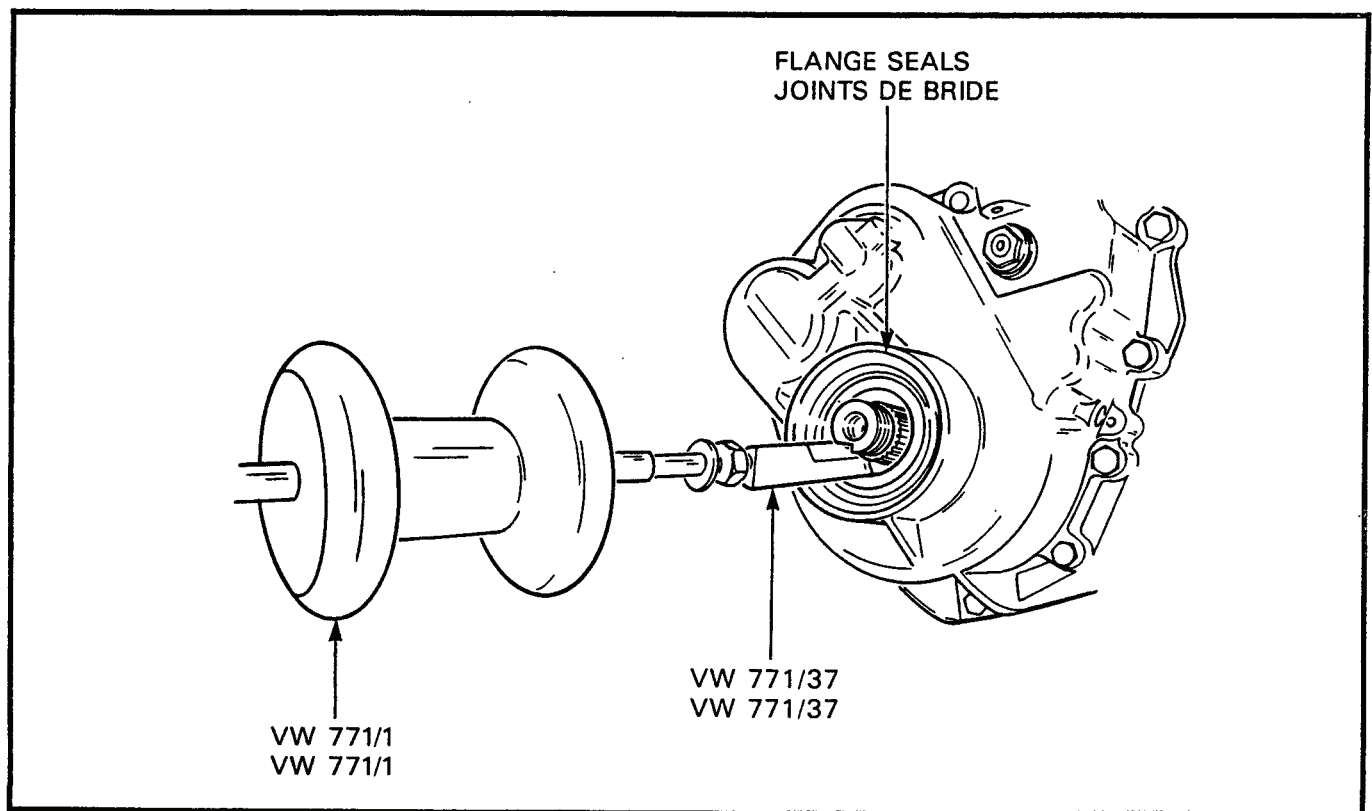

Figure 3-1-10 Removal of Propeller Shaft Drive Flange Seals
- h. Using seal puller VW 771/37 on the end of sliding hammer VW 771/1, remove the outer and inner seals, see Figure 3-1-10.
- h. Au moyen de l'extracteur VW 771/37 pour joints d'étanchéité placé sur l'extrémité de l'extracteur à inertie VW 771/1, enlever les joints extérieur et intérieur, voir figure 3-1-10.